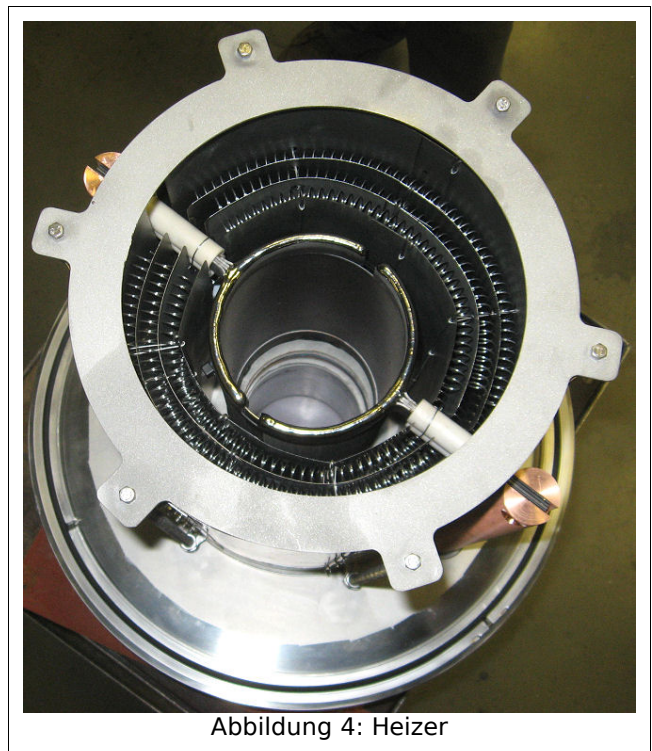

Abbildung 4: Heizer
Die Isolierung des Ofen erfolgt durch einen mehrschichtigen Aufbau von Mo-Strahlungsschirmen (s. Abbildung 4). Bei Raumtemperatur kann so ein Druck $< 1 \times 10^{-5} \text{ mbar}$, bei der Maximaltemperatur von $1600^\circ\text{C} < 1 \times 10^{-4} \text{ mbar}$ erreicht werden.
4.1 Heizsystem (s. Abbildung 4)